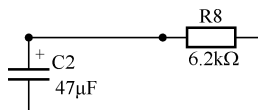

图 2-2-20 多余节点
① 在 Altium Designer 软件中导线具有电气意义，切不可用普通直线代替。
② 绘制导线时，导线上不应有多余节点，如图 2-2-20 中电阻 R8 左引脚处的节点。多余节点产生的主要原因是导线与导线或导线与元器件符号引脚重叠。